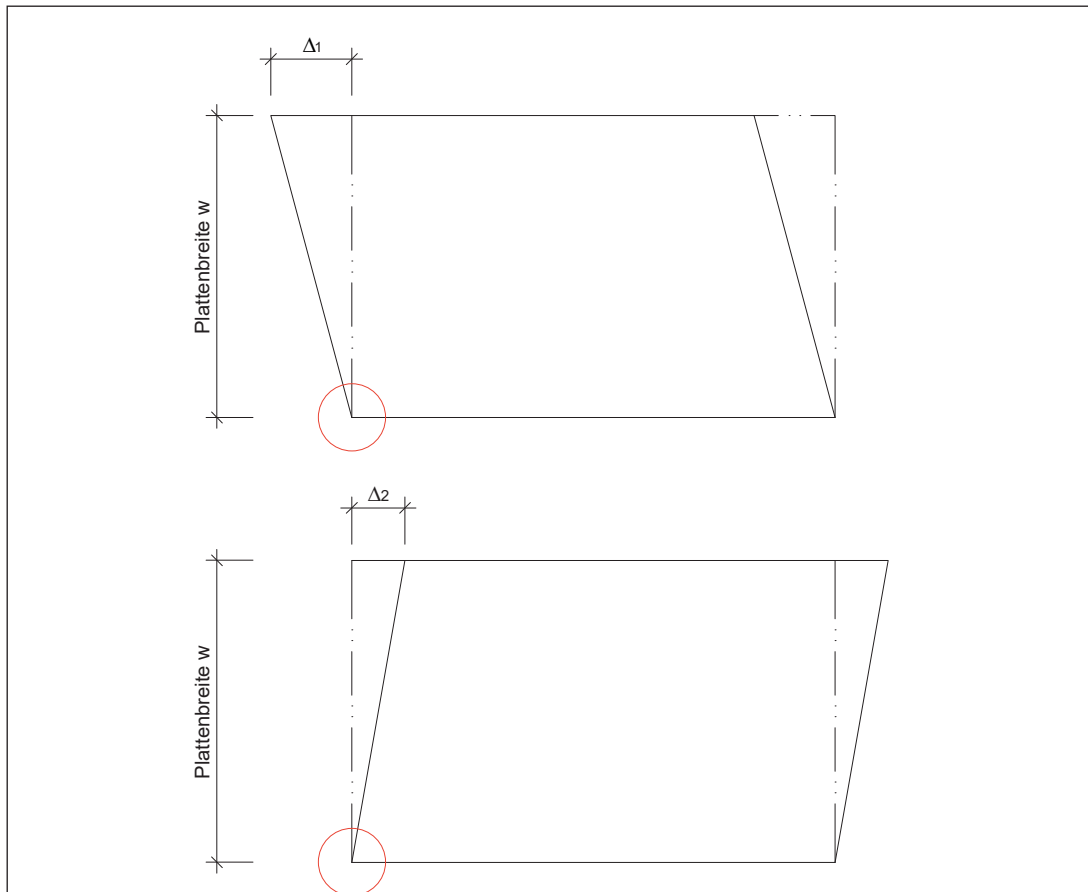

Bild 8: Rechtwinkligkeit
2. Man misst den Abstand Δ_1 (siehe Bild 8) zwischen den Ecken der gegenüberliegenden Kante auf 1 mm